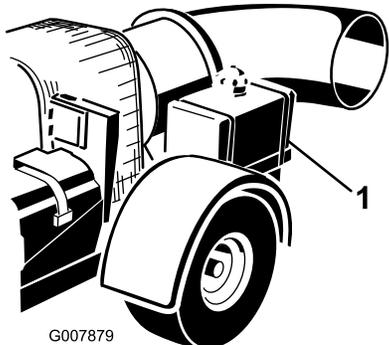

図 12
2. 燃料タンクのキャップの周囲をきれいに拭いてからキャップを取る (図 12)。